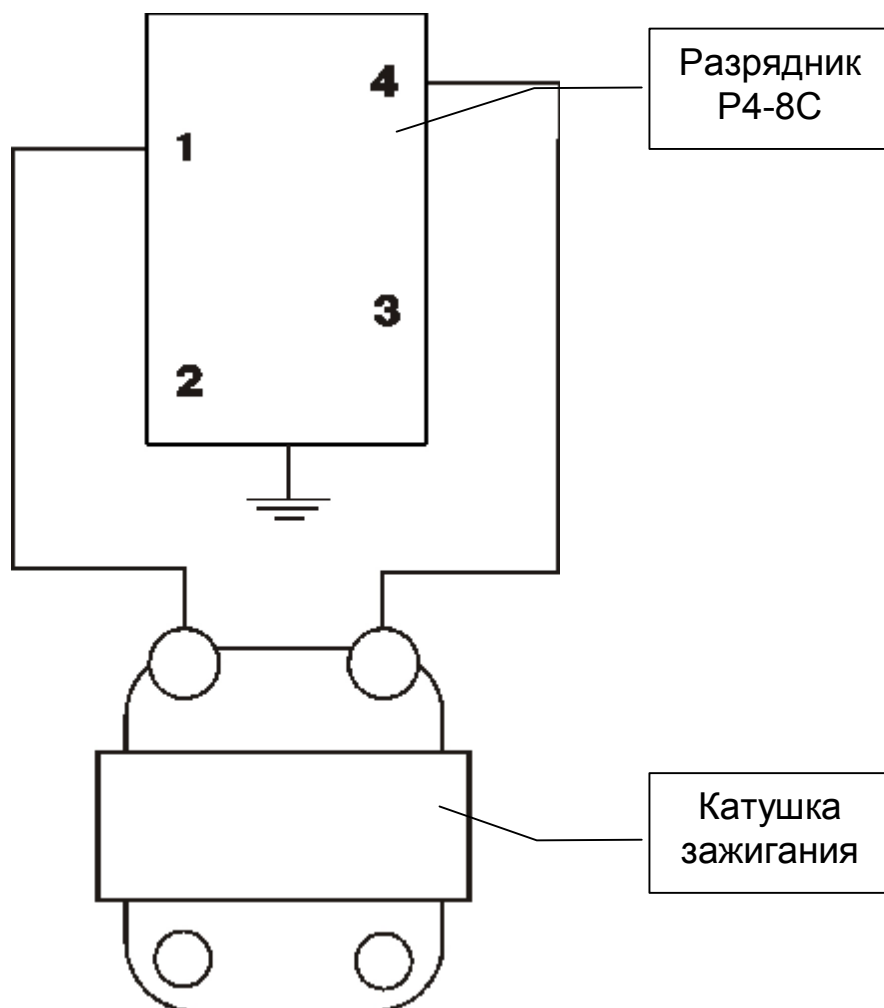

Рис.3
2. Подключить высоковольтные провода согласно схеме рис.3: